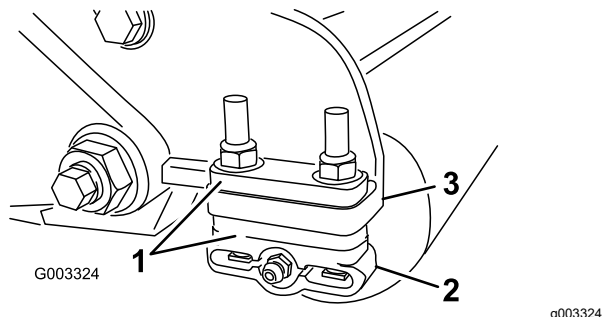

图 12
- 按照图 12 通过将所需数量的隔片放置在侧板安装法兰 (图 12) 下方将后滚筒支架 **剪草高度和底刀选择表** (页码 11) 调整到所需的剪草高度范围。